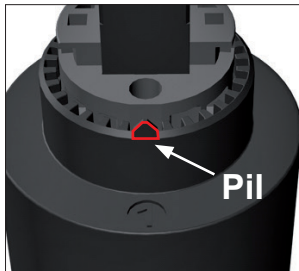

Bild 1. På ovsidan av insatsen sitter pilen som skall peka på önskat läge på varmvattenringen.
- Anslut diskmaskinen med anslutnings-slangen (34) eller montera lock för att förhindra läckage. Anslutningen levererar endast kallvatten.
- Diskmaskinsavstängning. Bild 1 visar när vattnet är avstängt och bild 2 är vattnet på.
7. Roterat ringen motsols så att markering för önskad inställning är direkt ovanför pilen på insatsen (Bild 1). Du kan behöva vrida spaken (Bild 3) så att ringen går att trycka fast i önskat läge.